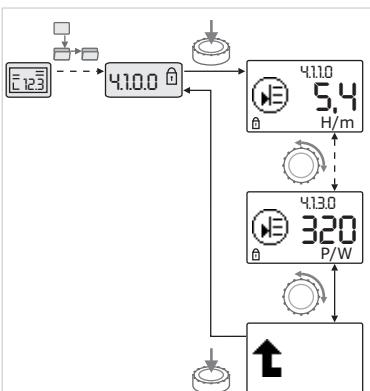

Fig. 34 : Appeler des informations
- Une rotation du bouton blanc permet de faire défiler les points de menu de type « Information » du sous-menu actuel (voir fig. 34). Pour des explications sur les réglages représentés par des symboles, voir le tableau au chapitre 8.7 « Référence des points de menu » à la page 29.